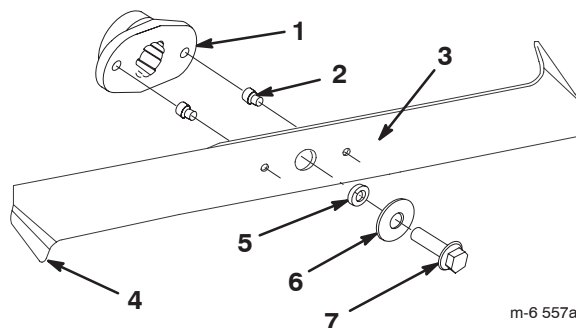

Figure 35
2. Inspectez les lames (Fig. 35). Si elles ne sont pas tranchantes ou si elles présentent des indentations, déposez et aiguiser les lames (voir Aiguisage des lames, page 34).
3. Inspectez les lames, surtout les bords recourbés (Fig. 35). Si les lames sont usées ou endommagées à ces endroits, remplacez-les immédiatement.
4. Si les goupilles de cisaillement sont cassées, remplacez-les immédiatement (Fig. 35).
3. Enlevez les boulons, les rondelles et les lames (Fig. 35). Pour enlever le boulon, bloquez éventuellement la lame en introduisant une cale en bois entre la lame et le carter de tondeuse.
1. Installez les lames, les rondelles et les boulons de fixation (Fig. 35).